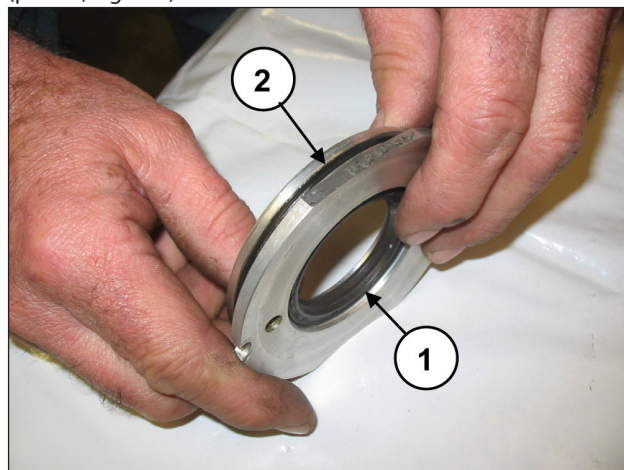

Fig. 130
Sustituir el retén (pos. ①, Fig. 130) y la junta tórica exterior (pos. ②, Fig. 130).